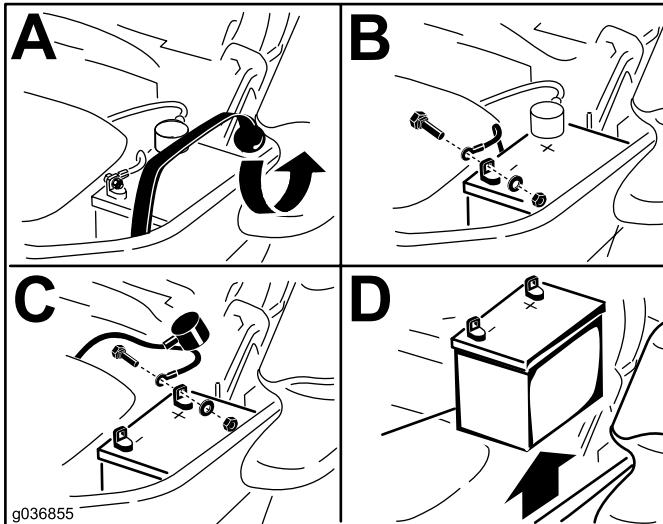

Bild 53
3. Klemmen Sie zunächst das Minuskabel vom Minuspol (–) der Batterie ab (Bild 53).
4. Schieben Sie die rote Polkappe vom Pluspol (rot) der Batterie ab und klemmen Sie das Pluskabel (+) ab (Bild 53).
5. Nehmen Sie den Gummiringen ab (Bild 53).
1. Legen Sie die Batterie so in das Fach, dass die Anschlussklemmen auf der anderen Seite des Hydraulikbehälters sind (Bild 53).
4. Befestigen Sie die Kabel mit zwei Schrauben, 2 Scheiben und 2 Sicherungsmuttern (Bild 53).
6. Befestigen Sie die Batterie mit dem Gummiriemen (Bild 53).